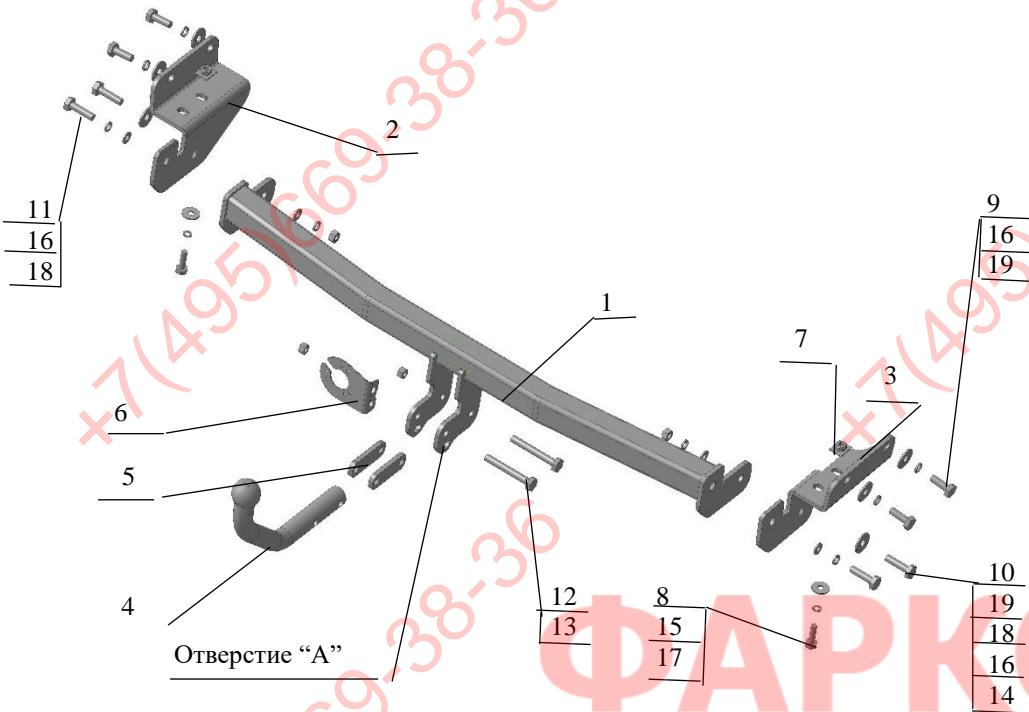

Рис.1 Тягово-сцепное устройство 7243.
2.1 ТСУ 7243 в сборе (рис.1)	1 шт.
2.2 Пакет с комплектующими (см. рис.1) Задний колпак	1 шт.
4.3 Закрепить левый и правый боковые съемные кронштейны (соответственно рис.1) к боковым внешним полкам лонжеронов (используя гайки приварные штатные) и к нижним полкам- вставив в лонжероны пластины с гайкой M10. Крепеж не затягивать.
4.4 Установить балку ТСУ, закрепив ее к боковым кронштейнам (соответственно рис.1). Крепеж не затягивать.